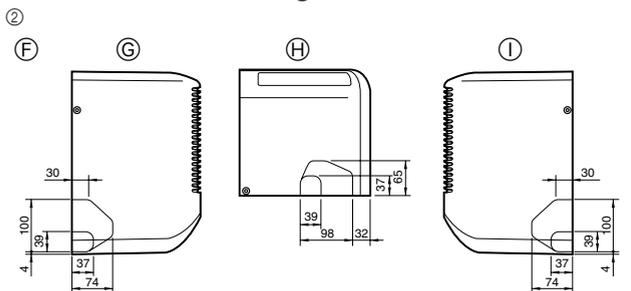

Fig. 4-3
- ② Determine a posição dos furos separadores na estrutura da unidade (Fig. 4-3)